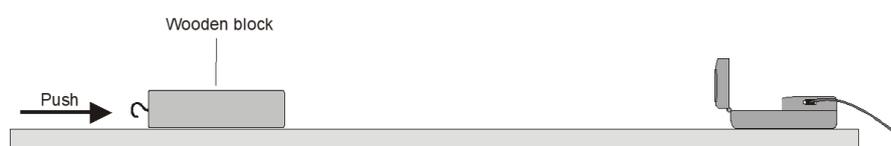

Abbildung 2
17. Platzieren Sie den Bewegungsdetektor auf dem Labortisch in ca. 2-3 m Abstand zu einem Holzblock, wie in Abbildung 2 zu sehen ist. Stellen Sie den Bewegungsdetektor so auf, dass er die Bewegung des Blocks erfasst, wenn dieser auf den Detektor zu gleitet.